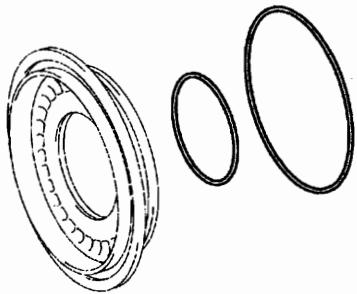

图 12-1-147
⑤如图 12-1-147 所示, 从直接挡离合器活塞分总成上拆下两个 O 形圈。
(1) 安装直接挡离合器活塞分总成。
①如图 12-1-147 所示, 将 ATF 涂到两个 O 形圈上, 然后将其安装在直接挡离合器活塞中。